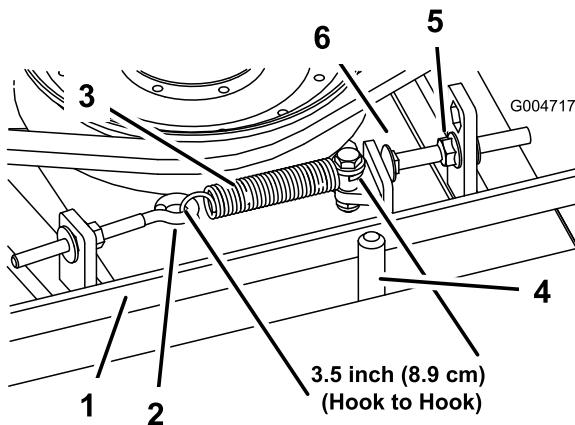

図 66
エクステンション・スプリングの長さフックからフックまでが $89\text{mm} \pm 6.3\text{mm}$ 内法であれば適切な張りが出ている。スプリングの張りを正しく調整できたら、その下のストップボルトキャリッジボルトの頭部とアイドラーアームとの間の隙間を $3.2\text{mm} + 1.52/-0.00\text{mm}$ に調整する 図 66。
注 ベルトが、ベルトガイドのスプリング側に取り付けられていることを確認する 図 66。
2. エクステンション・スプリングを外せるように、アイボルトを外す 図 66。
3. ストップボルトを取り付けタブに固定しているフランジナットをゆるめる。ナットをゆるめて、アイドラーアームがストップボルトの脇を通過るようにする 図 66。アイドラークリーナーをベルトから遠ざけて、ベルトの張りをなくす。
- 注** ベルトが、ベルトガイドのスプリング側に取り付けられていることを確認する図 66。
8. エクステンション・スプリング 図 66 をアイボルトに以下のように取り付ける